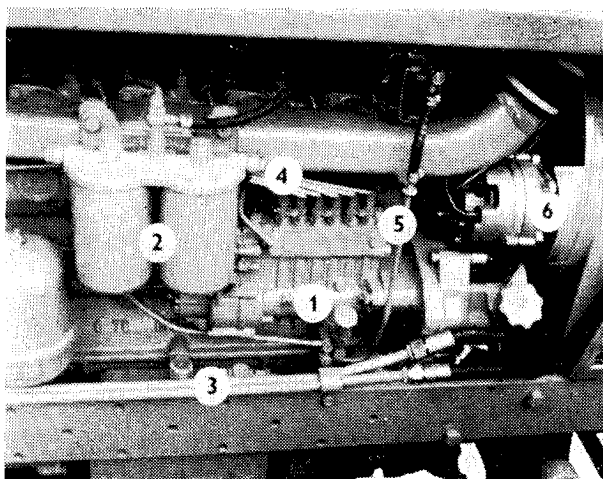

Fig. 36
- 41a. Remplacer les cartouches filtrantes du filtre fin de combustible (fig. 36/2).
Pour vidanger l'huile il faut se servir des vis de vidange (fig. 7/5) qui se trouvent sur le fond de la pompe d'injection et du régulateur. Effectuer le changement de l'huile en même temps que dans le carter moteur. Pour remplir l'huile dans la boîte de la pompe d'injection et du régulateur sert le trou de remplissage (fig. 7/4). La vis de contrôle (fig. 36/1) indique le niveau de l'huile. Quand le tracteur doit être remis hors service pour une période plus longue il est indispensable, sans regarde du nombre des kilomètres couverts de marche du tracteur ou des heures de service réalisées, évacuer l'huile hors le système d'injection.
Ouvrir le robinet de combustible du réservoir de carburant (fig. 7/8) pour que le bol du préfiltre (fig. 7/9) se remplisse avec gasoil. Desserer les vis des filtres de combustible (fig. 7/10 ou fig. 36/4 — selon le type du tracteur) et pomper avec la pompe à main de combustible (fig. 7/11) pendant le temps si longue jusqu'à l'instant quand de tous les deux filtres sort le combustible sans bulles d'air. Resserrer la vis du filtre et effectuer encore quelques courses par la pompe à main. Puis desserrer la vis de purge d'air située sur la pompe d'injection (fig. 36/5) et pomper de nouveau à la main le combustible pendant la période tellement longue quand le combustible sans bulles d'air sort autour de la vis de purge d'air. Continuer à pomper en resserrant successivement la vis de purge de la pompe d'injection. La purge une fois terminée, nettoyer le moteur comme il faut.
L'alternateur (fig. 36/6) n'exige pas pendant le service du tracteur pratiquement aucun entretien mais il est nécessaire d'éviter la pénétration de l'eau ou de gasoil dans lui au cours de lavage et nettoyage du tracteur. Puis il faut observer les instructions suivantes: